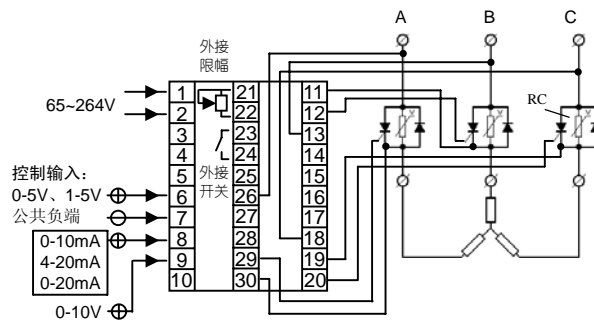

图 21 C6 型应用, 单硅并二极管。有相序要求
2. C6 型三相触发器采用传统触发方式，需要接三根同步信号线，有相序要求，触发有极性，请严格参照前文图 21~图 24 接线图接线，然后按第 3 条方法调整正确的相序。